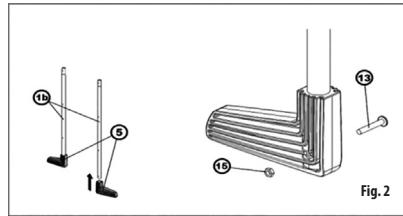

Fig. 2
I piedini a L in plastica (5) devono essere applicati su entrambe le parti inferiori dei montanti tubolari posteriori (11), a seconda dei rispettivi fori. Fissare i piedini utilizzando le viti (13) e i dadi (15) (Fig. 2).